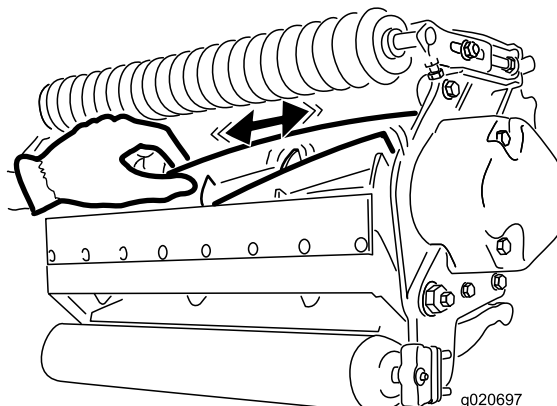

Figure 25
2. Tenez la lame du cylindre avec un gant épais ou un chiffon et essayez de déplacer le cylindre latéralement (Figure 25).